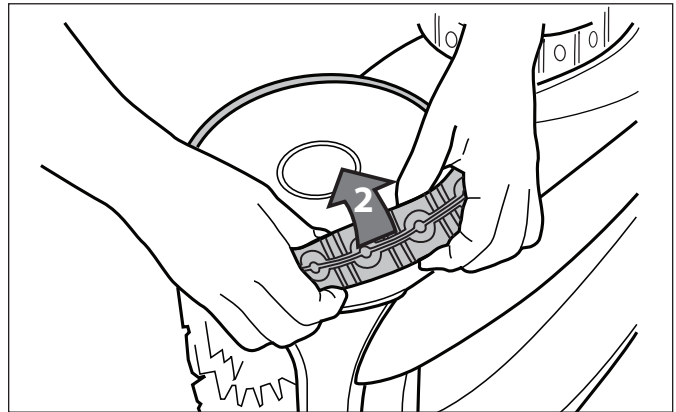

Figura 32. Saque el neumático viejo
- Saque el neumático viejo (Figura 32).